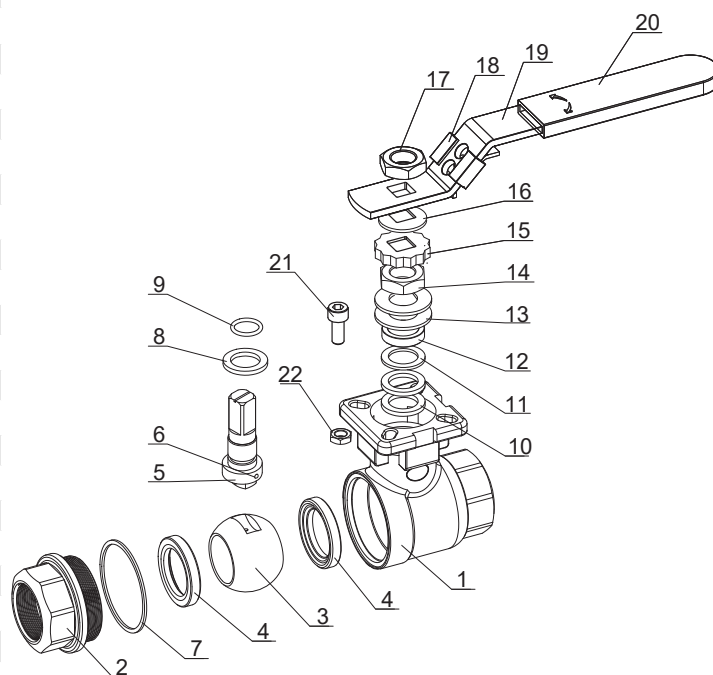

FIG 1
- Skulle en lækage forekomme på bøsningpakningen, spænd spindel møtrikken (14), jævnfør FIG 1.
- Pas på med, at spindel møtrikken (14) ikke strammes for meget. Normalt kan lækagen stoppes ved blot at dreje spindel møtrikken 30° til 60°.
- Should a leakage occur at the bushing packing, retighten the stem nut (14), regarding to FIG 1.
- Take care that the stem nut (14) is not tighten too much. Normally the leakage can be stopped by simply turning the stem nut 30° to 60°.